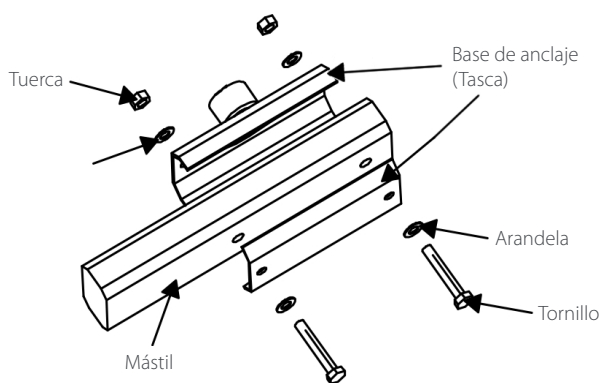

Figura 3-2 Instalación del mástil
- Instale el mástil en la barrera como se muestra en la figura 3-2.